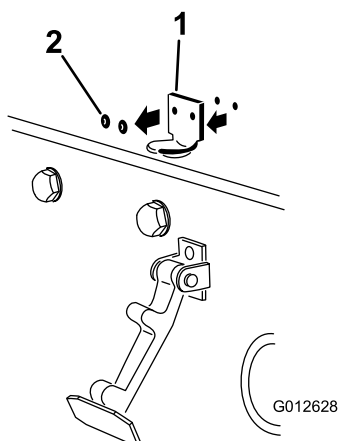

**Figure 4**
1. Décrochez le loquet de capot de son support (Figure 4).